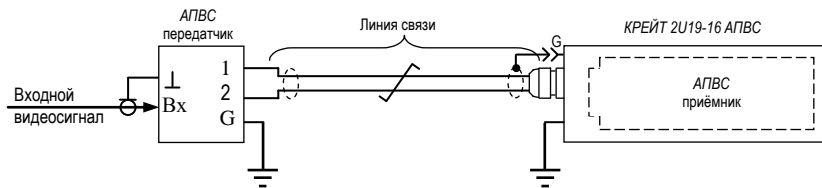

Рис.4 Схема включения АПВС-11К с заземлением и передатчика и КРЕЙТ 2U19-16.
5. Варианты включения АПВС-11К показаны на рис. 4, 5, 6 и 7.